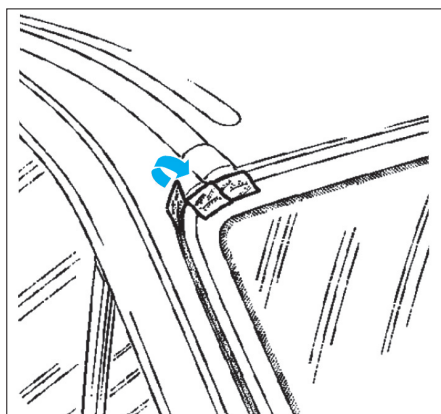

FIG. 9
- A l'aide d'un ruban de masquage avec barrette rigide de 10 mm, protéger la lèvre souple de l'enjoliveur sur toute la périphérie de la glace (Fig.9).